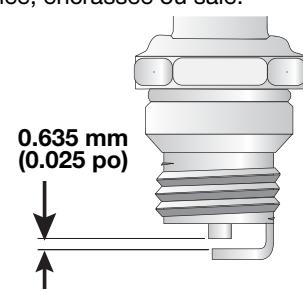

Fig. 31
- Remplacez toute bougie fendillée, encrassée ou sale. Réglez l'écartement à 0,635 mm (0,025 po) à l'aide d'une jauge d'épaisseur (Fig. 31).